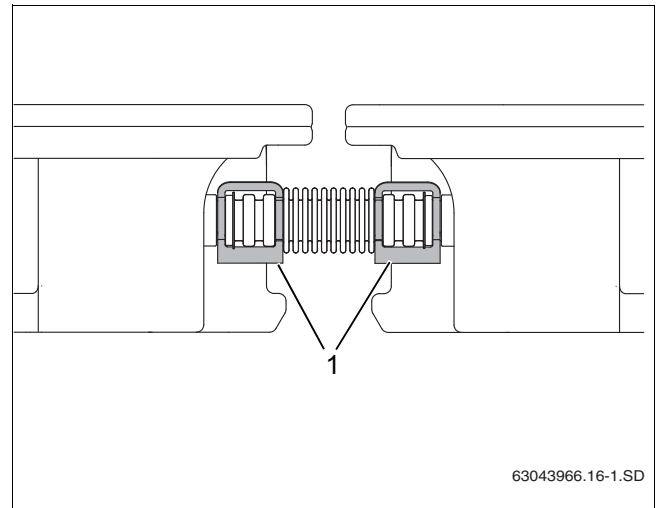

Рис. 50 Крепление гофрированной трубы зажимами
- ▶ Закрепите каждую торцевую крышку одним зажимом, а каждую гофрированную трубу двумя зажимами (рис. 50, [1]).